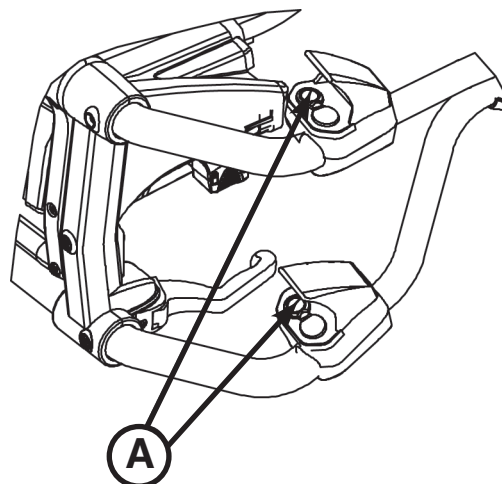
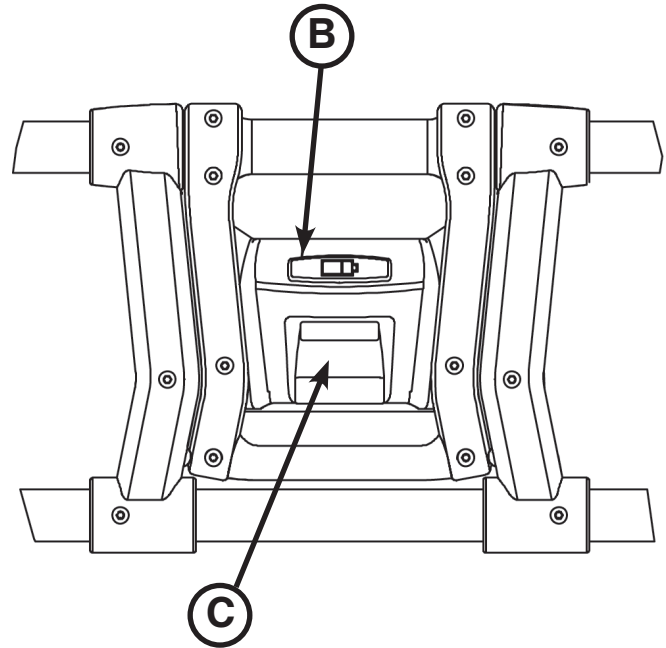

Figura 18: Botón de retracción - Interruptor de control
Figura 19: Carcasa de control en el extremo inferior
Para comprobar el nivel de carga de la batería, pulse el botón (A) de retracción (-) tal como se muestra en la Figura 18 en el interruptor de control de la camilla para activar el indicador LED de la batería de la camilla (B) tal como se muestra en la "Figura 19: Carcasa de control en el extremo inferior" en la página 3-29.
El contador de horas (C), situado en la carcasa de control en el extremo inferior, indica la cantidad de tiempo (HHH.H horas) que el sistema hidráulico ha estado activo tal como se muestra en la Figura 19. Puede utilizar el contador de horas para determinar la frecuencia con la que se han de aplicar los procedimientos de mantenimiento preventivo que se incluyen en la página 3-62.